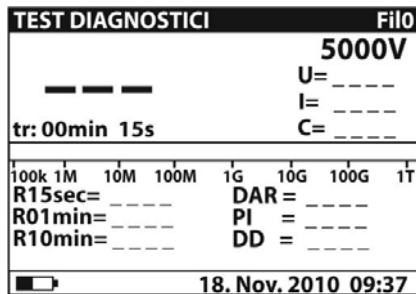
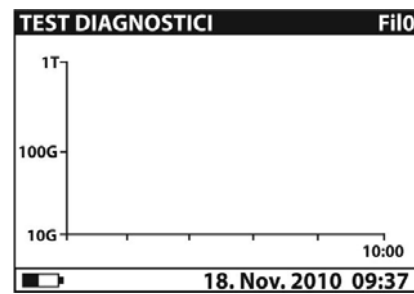

Fig. 25: Videata iniziale numerica
Fig. 26: Videata iniziale grafica
2. Selezionare con i tasti freccia **▼** o **▲** la voce “TEST DIAGNOSTICI” sul menu principale e confermare con il tasto **SELECT**. La videata di Fig. 25 è mostrata dallo strumento. Nel caso in cui l’opzione Grafico R(t) sia **attivata (ON)** premere i tasti freccia **▼** o **▲** per passare alla videata grafica di Fig. 26